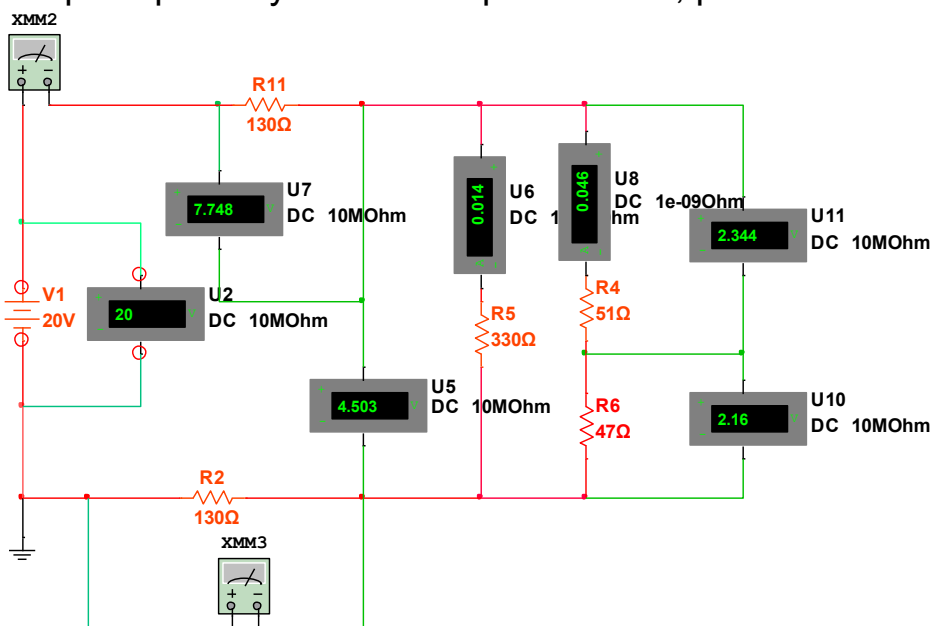

Рисунок 2.1 – Схема дослідження
1. Зібрати розгалужене електричне коло, рис.2.1.